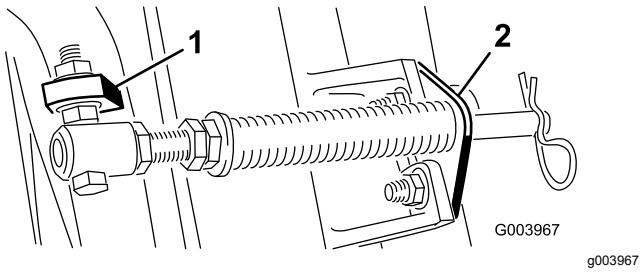
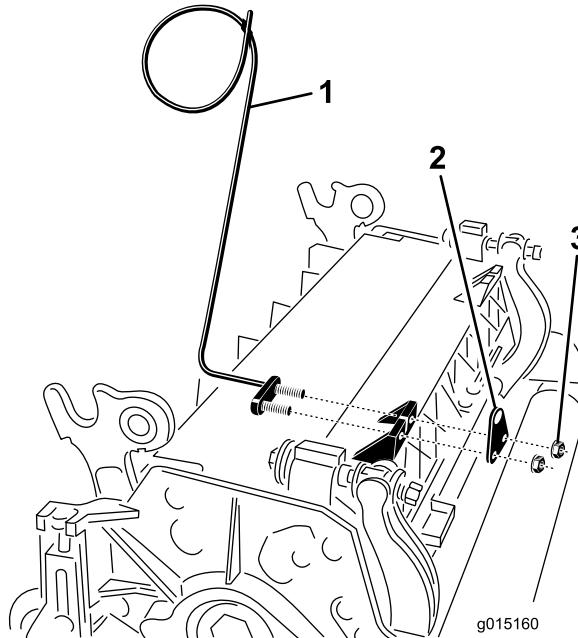

Bild 11
Bild 13
- C. Montieren Sie die Schraube des Federrohrs an der anderen Lasche am Trägerrahmen und befestigen Sie sie mit der Bundmutter. Der Schraubenkopf zeigt zur Außenseite der Lasche, siehe Bild 11.
D. Montieren Sie die Stangenhalterung mit den Schlossschrauben und Muttern an den Schneideeinheitnasen (Bild 11). An der Schneideinheit müssen Sie auch die linke Schlauchführung vorne an den Schneideeinheitnasen befestigen, wenn Sie die Stangenhalterung wieder einbauen (Bild 13).